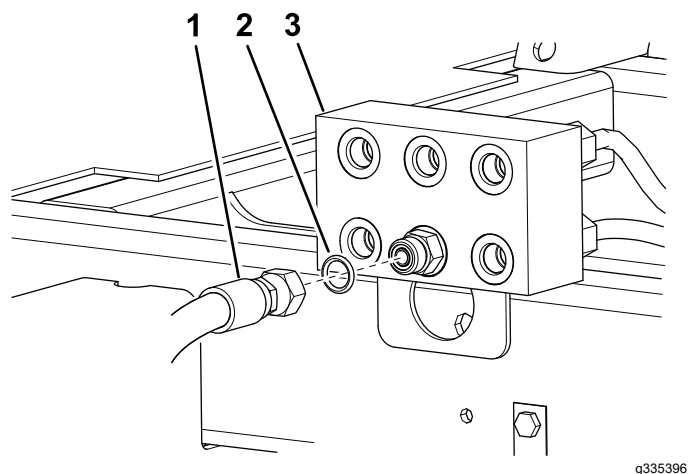

Figure 3
6. Placez un bac de vidange sous le collecteur de jonction (Figure 3).
7. Débranchez le flexible hydraulique du raccord inférieur central sur le collecteur de jonction (Figure 3).